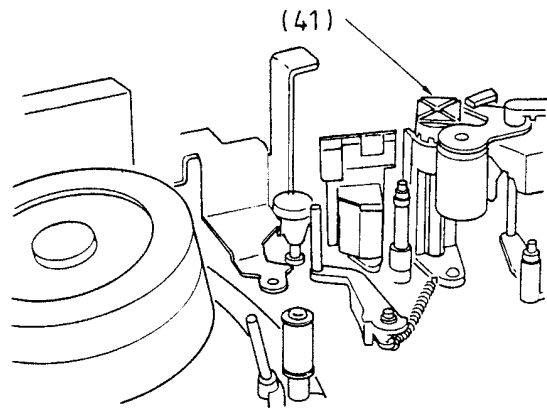

Fig. 22
- Einstellschraube (41), Fig. 22, soweit herausdrehen, bis sich Capstanstator (135) und -rotor (133) gerade berühren.
- Loosen the adjustment screw (41), Fig. 22, until the capstan stator (135) just touches the rotor (133).
- Svitare la vite di regolazione (41), fig. 22, finchè lo stator (135) sfiora il rotore (133).